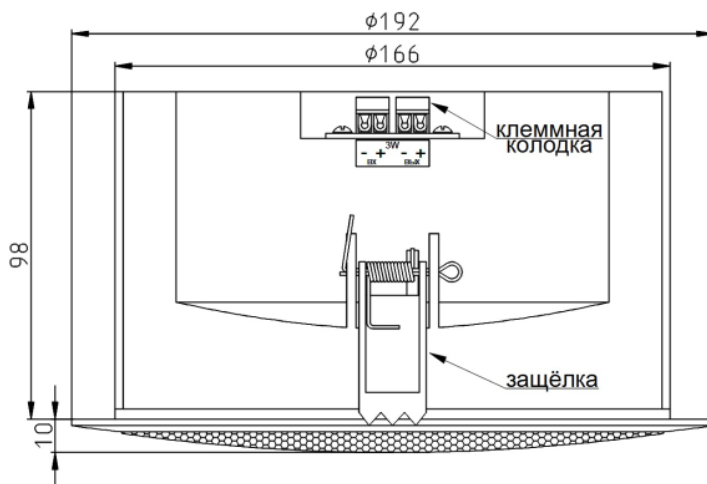

Рис. 1. Внешний вид, габаритные размеры корпуса оповещателя
Габаритные размеры, мм	см. рисунок 1
- отогнуть подпружиненные защелки (см. рисунок 1) и установить оповещатель в потолочной кассете;